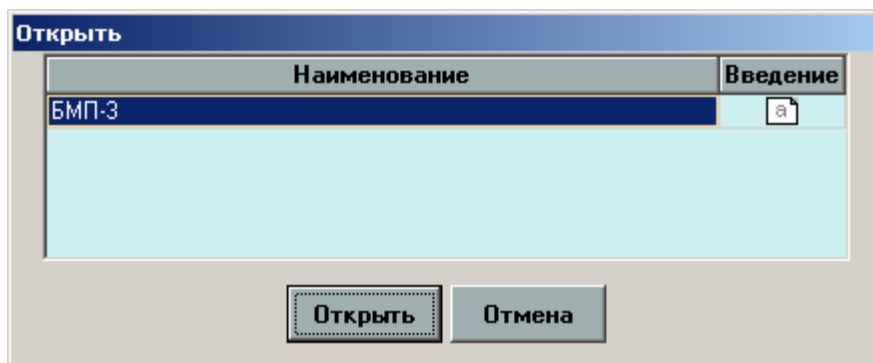

Рисунок 5 – Окно выбора рабочего каталога
- В появившемся окне Вы увидите название каталога - нажмите на кнопку "Открыть" (рисунок 5).
2. Откройте рабочий каталог (рисунок 5).